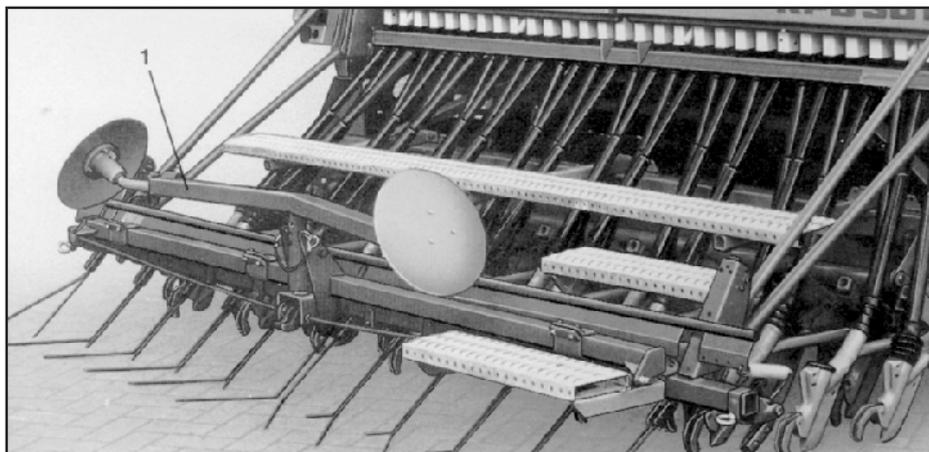
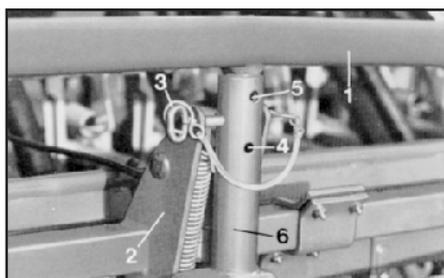

Рис. 98
Рис. 99
Опору разметочного инструмента (рис. 99/1) необходимо нагнуть в сторону после отвинчивания стопорного винта (рис. 99/3), на которой закреплен диск разметочного инструмента и отметить, как указано ниже:
- отверстие отметки внизу (рис. 99/4) для одностороннего разметочного инструмента справа
- отверстие отметки вверху (рис. 99/5) для одностороннего разметочного инструмента слева.
Отметить и зафиксировать в транспортной позиции навесную опору (рис. 99/2) и кронштейн (рис. 99/6) болтом (рис. 99/3). Теперь устройство предвсходовой разметки откинута полностью вверх, а опора разметочного инструмента (рис. 98/1) находится с дисками разметочного инструмента колеи над выравнителем точной заделки Эксакт.
**На общественных улицах** опору разметочного инструмента (рис. 98/1) с дисками разметочного инструмента необходимо снимать.